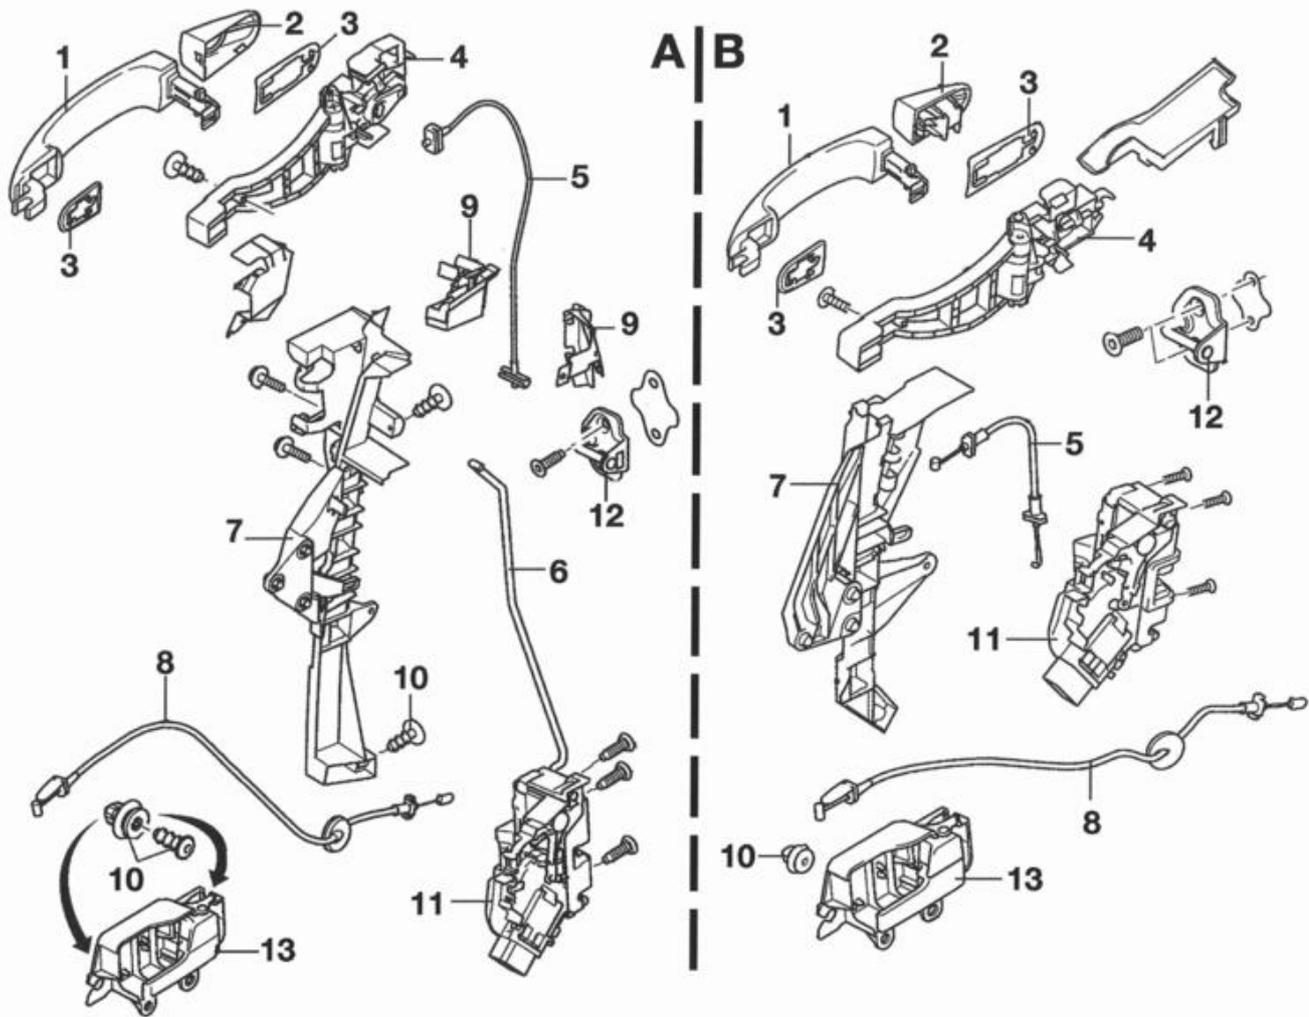

FIG. 53
- Desmontar el guarnecido inferior del apoyabrazos (fig. 53).